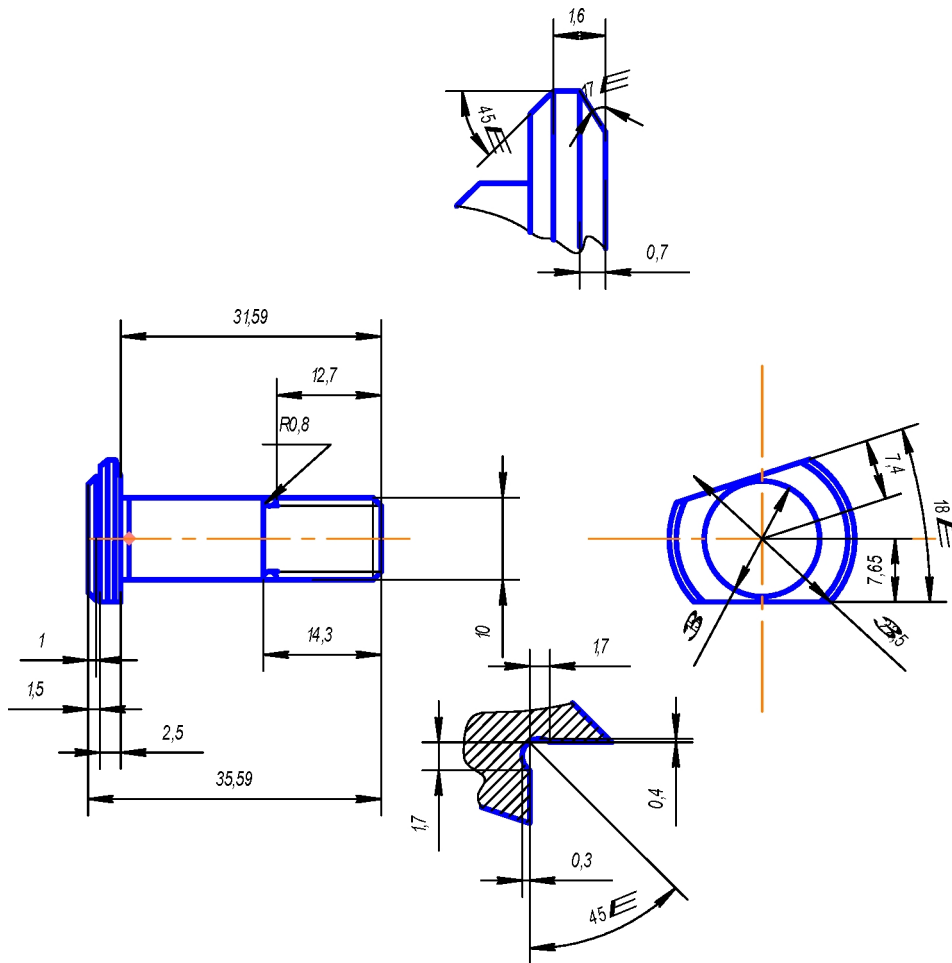
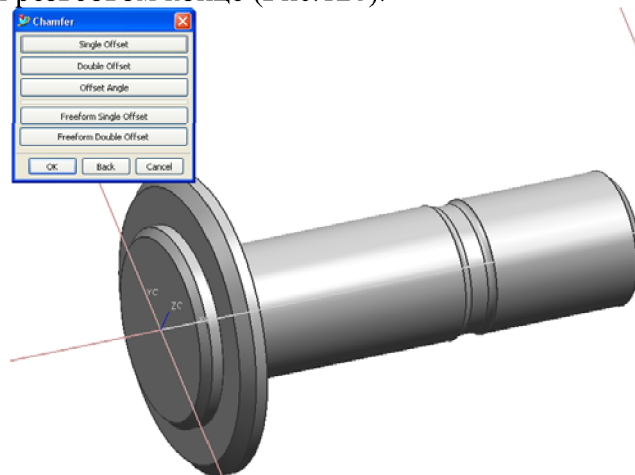
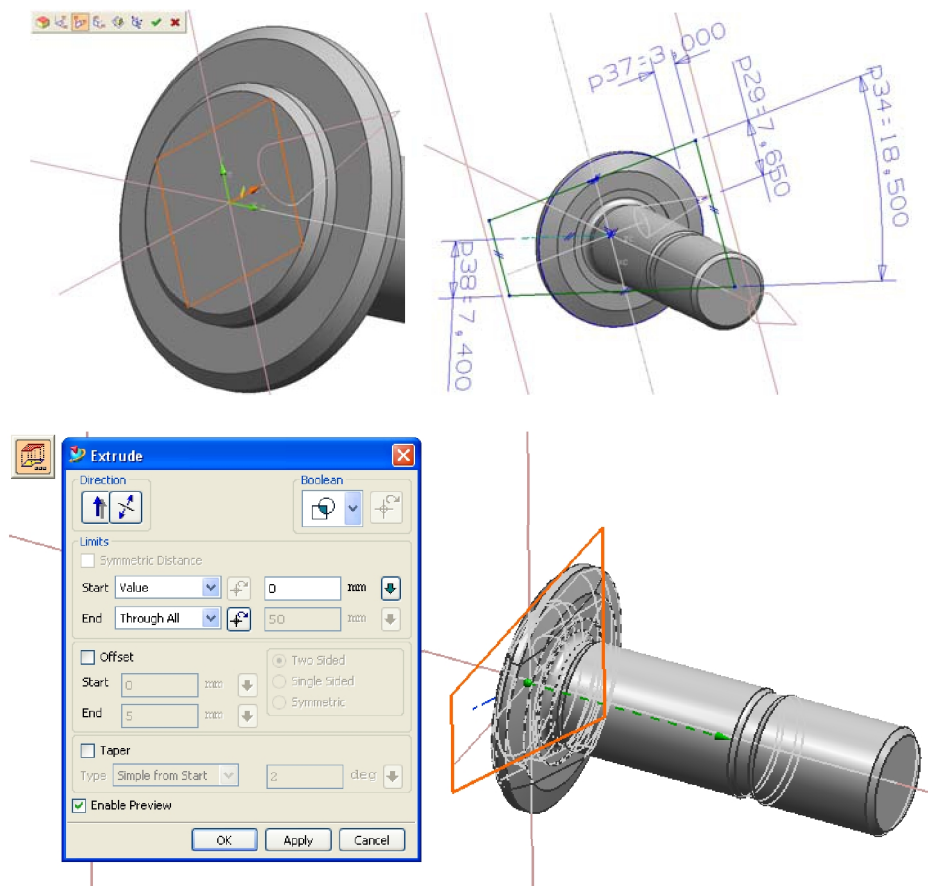

Рис. 122. Образмеренный эскиз осевого сечения болта
Рис. 128. Создание фасок
Рис. 129. Создание скосов на головке болта
Для построения одного из вариантов болта компрессора (остальные болты могут быть получены из исходного путем изменения длины резьбы и тела болта) воспользуемся образмеренным эскизом (Рис.122).
7. Создайте фаски в соответствии с требованиями чертежа (Рис.122). Для этого выберите из меню **Insert** → **Detail Feature** → **Chamfer...**, выберите режим построения фаски **Single Offset**, задайте размер фаски (0.6 мм) и нажмите **OK**. Результат – фаски 0.6x45 на головке болта и резьбовом конце (Рис.128).
8. Выполните скосы на головке болта согласно требованиям чертежа (Рис.122). Для этого создайте эскиз на поверхности головки болта, выберите в качестве плоскости эскиза плоскость **Y-Z**, нажмите **OK**. Выполните построения, определяющие границы скосов. Выйдите из режима эскиз и протяните созданное сечение: выбрать **Insert** → **Design Feature** → **Extrude...**, вызвать **Extrude Dialog** - , задать **Through All** для **Limits End** и в **Boolean** установить **Intersect** (Рис.129), нажмите **OK**.